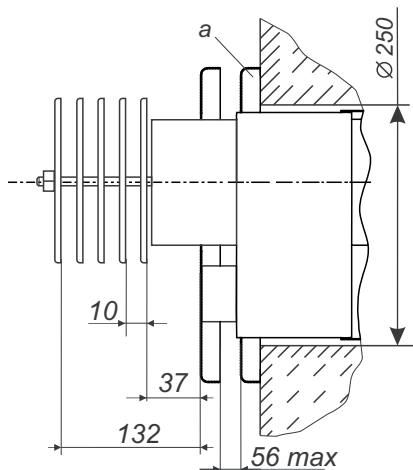

Рис. 3. Установка дисков дымовоздушного блока для изделий мощностью 10-15 кВт.
6.3.1. В наружной стене здания, согласно рис. 2, пробить горизонтальный канал диаметром 190 мм для изделий мощностью 5-7 кВт или 250 мм для изделий мощностью 10-15 кВт (рис. 3, 5). При этом необходимо учитывать, что для обеспечения установки и снятия котла, а также для снятия и установки газогорелочного устройства перед фронтом котла на расстоянии **не менее 1 м от стены** не должно быть никаких строительных элементов или стационарно установленного оборудования.
Для изделий мощностью 10-15 кВт на выступающий газоход наружный установить набор дисков, закрепить диск "а" к наружной стене и отрегулировать их (рис.3).